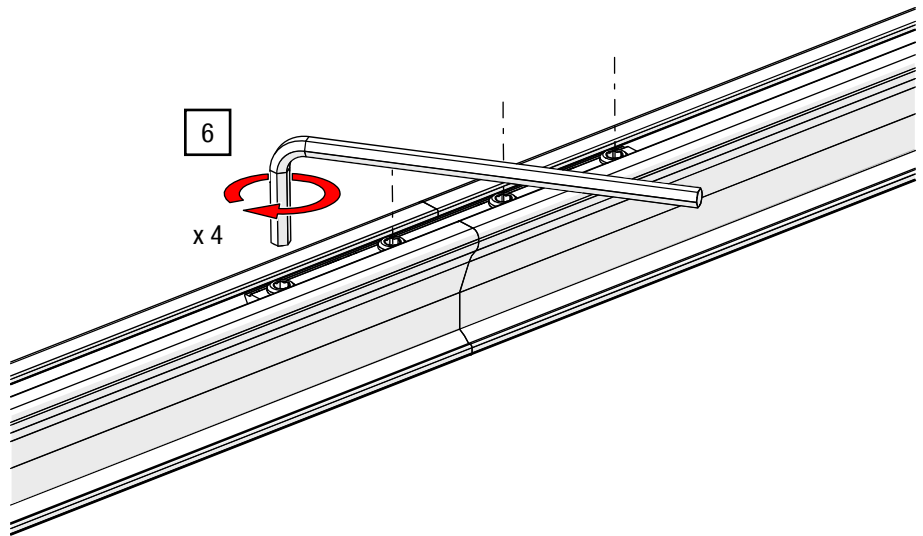

Abb. 30: Schienenverbinder – Gewindestifte anziehen
6. Ziehen Sie die vier M5 Gewindestifte vom mittig liegenden Stoß weg nach außen mit einem ISK SW 2,5 und Drehmoment von 6 Nm an (siehe Abb. 30).